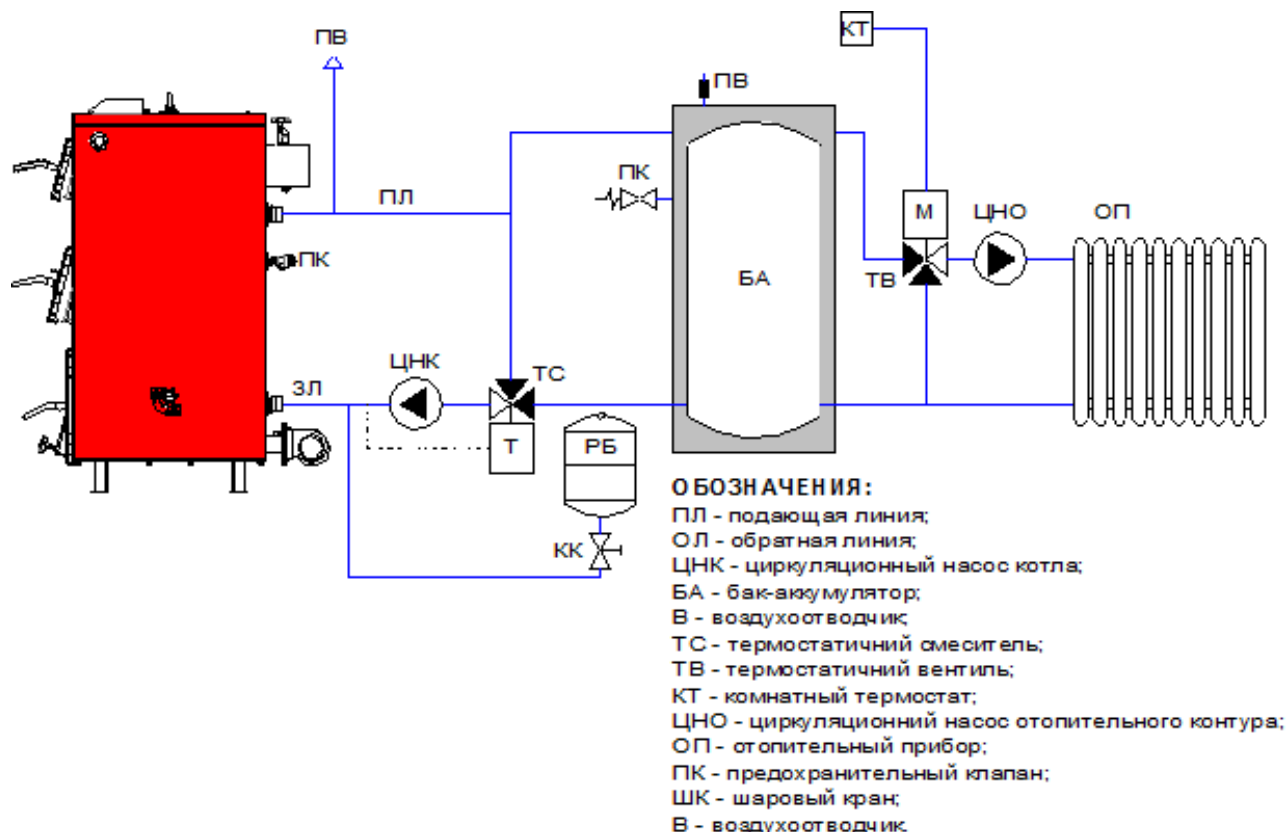
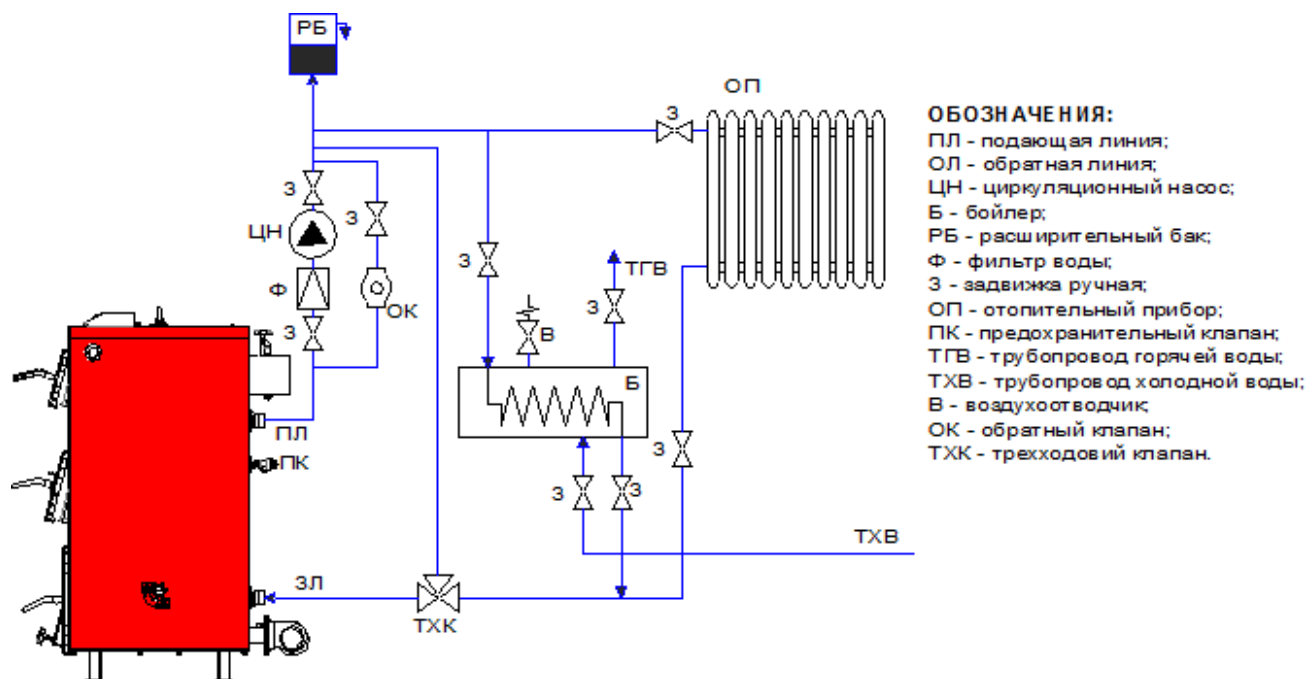

Рис.6.1. Схема обвязки котла с баком аккумулятором (рекомендуемая)
Рис.6.2. Схема обвязки котла с бойлером (рекомендуемая)
6.3.4.4 Типичные схемы обвязки котла приведены на Рис.6.1, Рис.6.2.